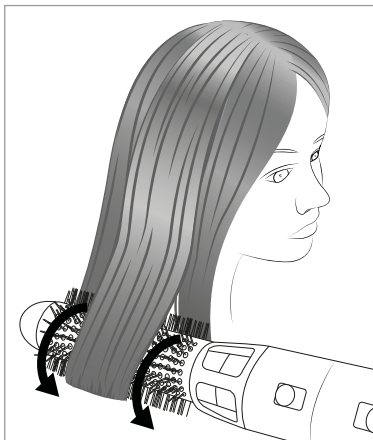

Abb. 6
- 5) Setzen Sie mit der Rundbürste **11** bei den Haarspitzen an, verteilen Sie dabei die Strähne über die Rundbürste **11** (siehe Abb. 6).